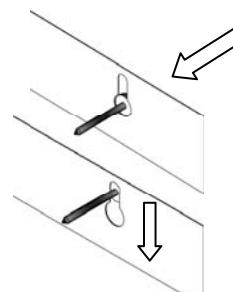

Figura 4
PASO 3: Posicione los ojos de la cerradura en la parte posterior de la repisa para chimenea sobre los tornillos. Coloque la repisa para chimenea hacia abajo para asegurarla en su lugar como se muestra en la **Figura 4**.